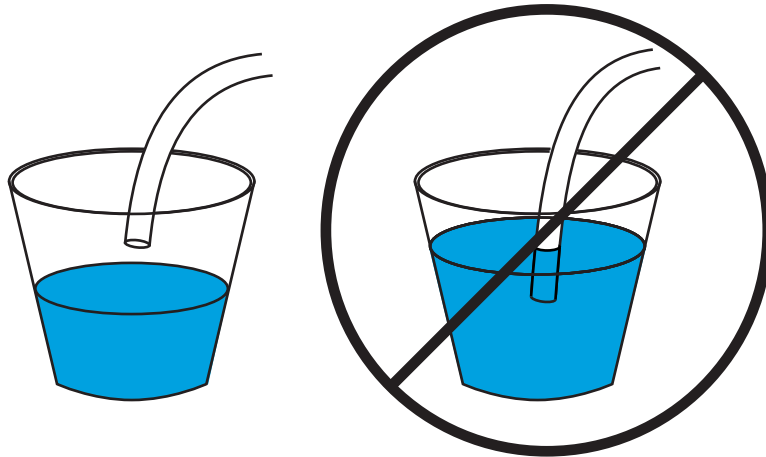

Abb. 37 Ordnungsgemäß hängendes (links) und fälschlicherweise eingetauchtes Rohr (rechts)
- Das offene Ende des Rohrs taucht nicht in den Abflussbehälter ein (Abbildung 37).